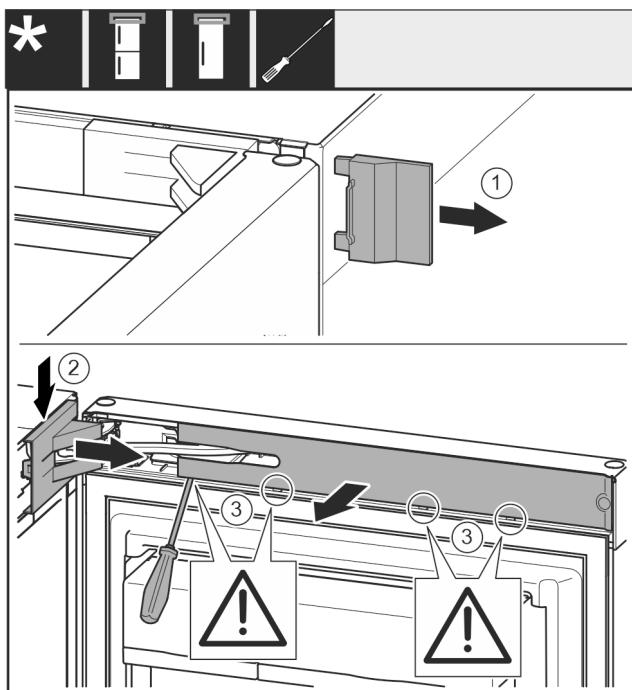

Fig. 7
- Снимите внешнюю крышку. Fig. 7 (1)
► Освободите и отсоедините крышку опорного кронштейна. Снимите крышку опорного кронштейна. Fig. 7 (2)
- При помощи шлицевой отвертки освободите накладку и отведите в сторону. Fig. 7 (3)